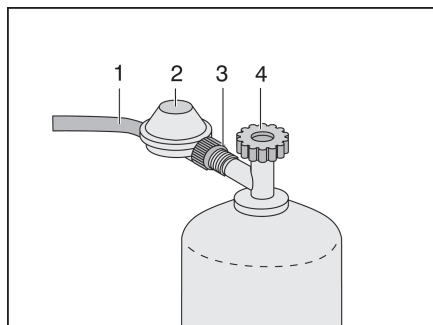

Figura 34 Conexión de la bombonas de gas
- ▶ Utilice exclusivamente el regulador de presión de gas especial (Figura 34,2) con válvula de seguridad para la aplicación en vehículos (incluido en la condición de entrega del nuevo vehículo).
- Cerrar la llave de paso principal (Figura 34,4) de la bombona de gas. Observar el sentido de la flecha.
- Retener el regulador de presión de gas (Figura 34,2) y abrir la tuerca moleteada (Figura 34,3) (rosca a la izquierda).
- Retirar el regulador de presión de gas con la goma del gas (Figura 34,1) de la bombona de gas.
- Acoplar el regulador de presión de gas (Figura 34,2) con goma del gas (Figura 34,1) a la bombona de gas y apretar la tuerca moleteada (Figura 34,3) con la mano (rosca a la izquierda).